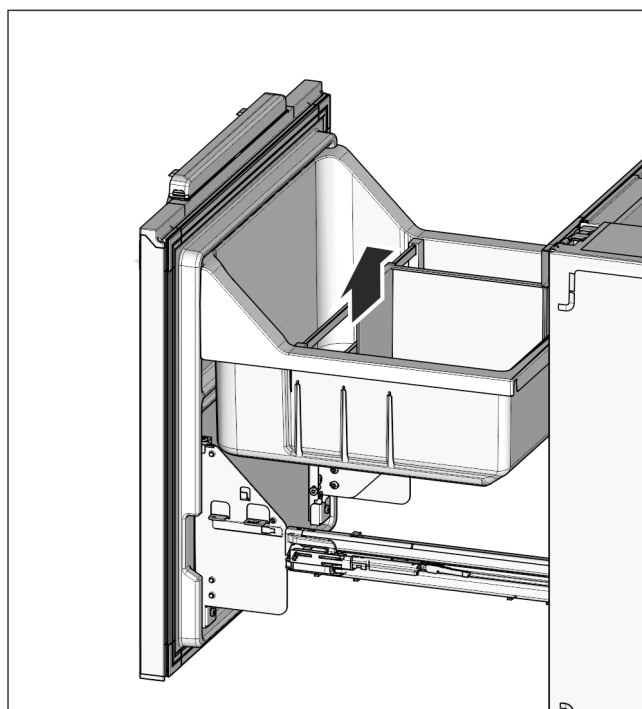

Fig. 29
- ▶ Remettre en place le porte-bouteilles Fig. 29 (32) et le bac tiroir Fig. 29 (31).